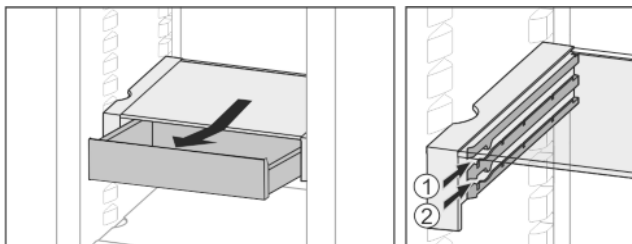

Fig. 21
- ▶ Introdúzcalo a la altura deseada *Fig. 21 (1)* o *Fig. 21 (2)*.